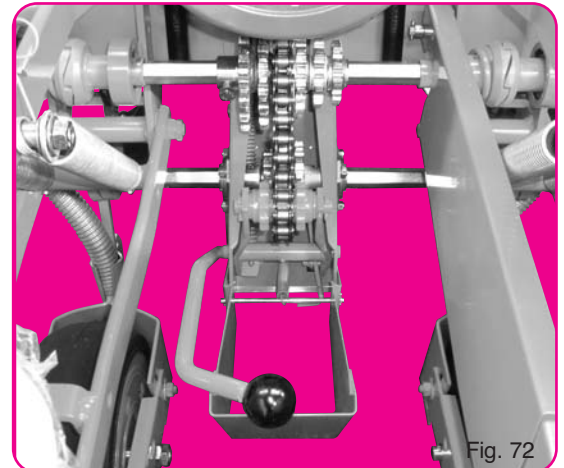

Fig. 72
- Montage pour semoir de 35-40 cm d'inter-rangs (fig.72) en supprimant les 2 paliers ④.
- Assembly for planters with 35-40 cm (14-15") inter-row spacing (fig. 72) : remove the 2 bearings. ④
Montage für Sämaschinen mit Reihenabstand von 35-40 cm (Abb. 72). Bei dieser Stellung sind beide Lager ④ zu entfernen.
- Montage voor zaaimachine voor 35-40 cm rijafstand (fig. 72). Verwijder de twee lagers ④.